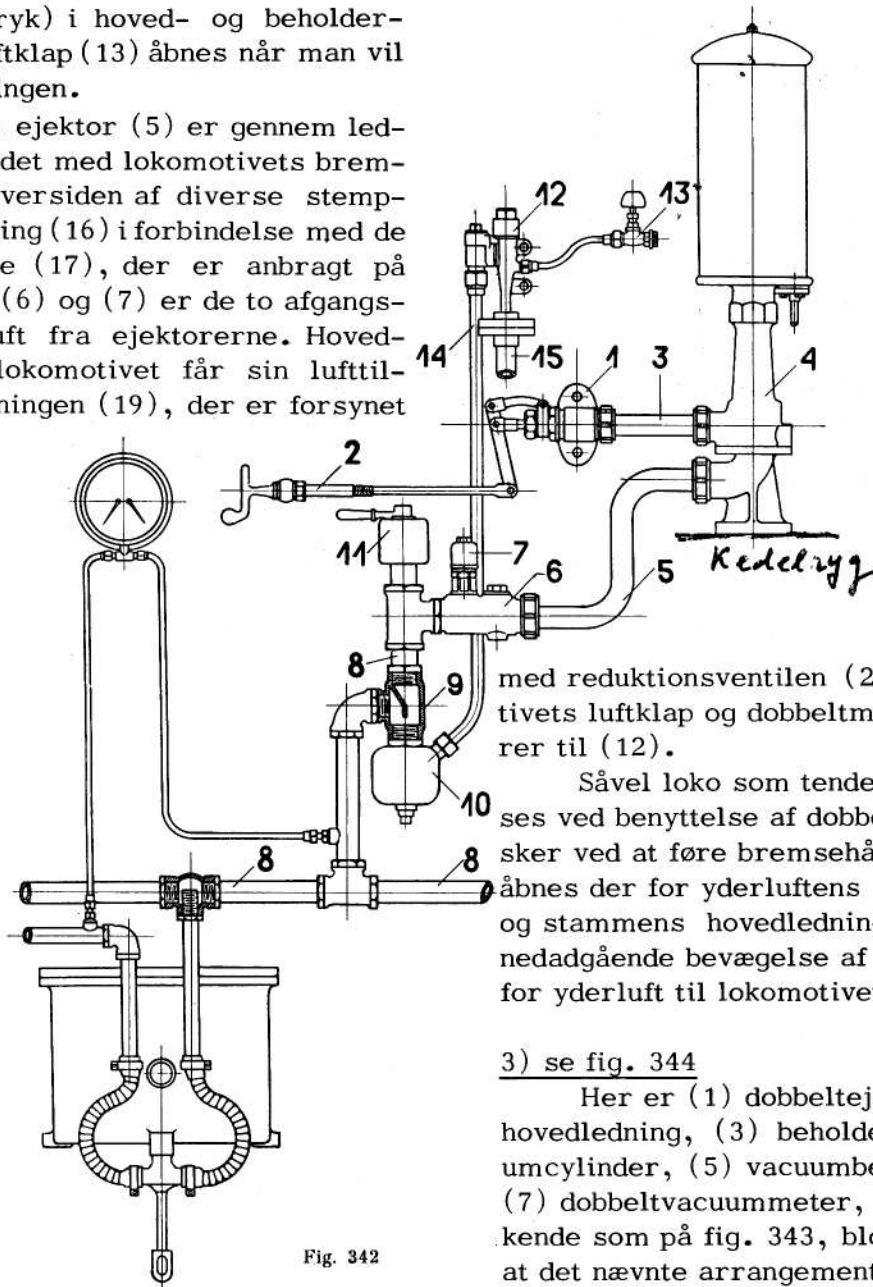
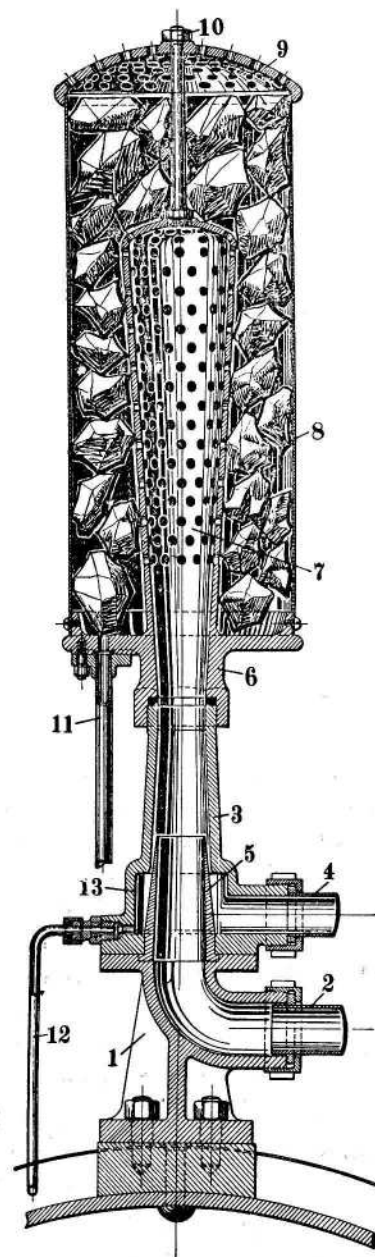
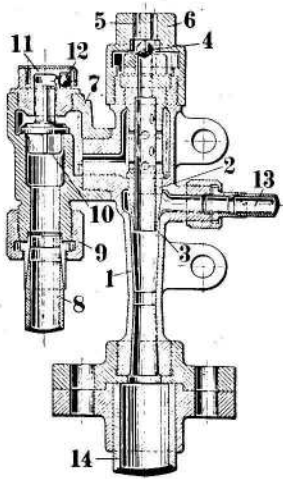
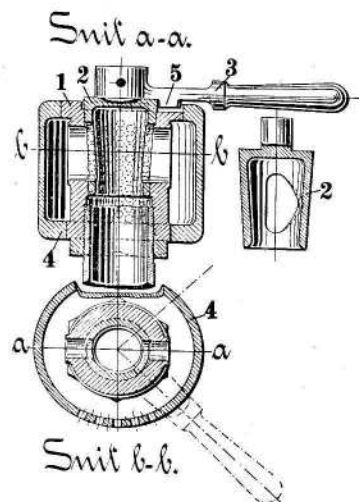

Fig. 342
Fig. 349
Fig. 348
Fig. 352
se fig. 342
Dampventil ((1) i fig. 342), se fig. 345-346.
Hovedejektor ((4) i fig. 342) - fig. 349.
Hjælpeejektor ((12) i fig. 342) - fig. 348.
Bremsehane ((11) i fig. 342) - fig. 352.